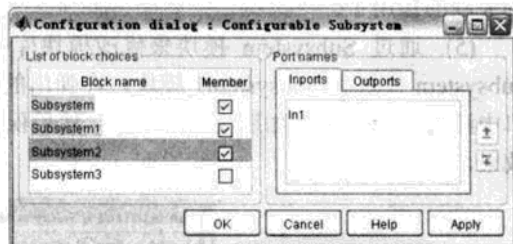

图 7.67 Configurable Subsystem 模块参数对话框
(2) 保存模块库, 然后双击 Configurable Subsystem 模块, 确定要相互切换的自定义模块, 如图 7.67 所示。